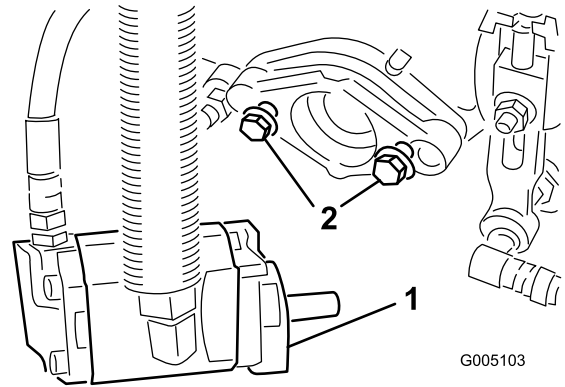

Bild 14
7. Bringen Sie die Befestigungsschrauben an, mit denen die Spindelantriebsmotoren an jedem Mähwerk befestigt werden. Lassen Sie ungefähr 13 mm Gewinde an jedem Befestigungsbolzen sichtbar (Bild 14).
11. **Ziehen Sie die Befestigungsschrauben fest** (Bild 14).